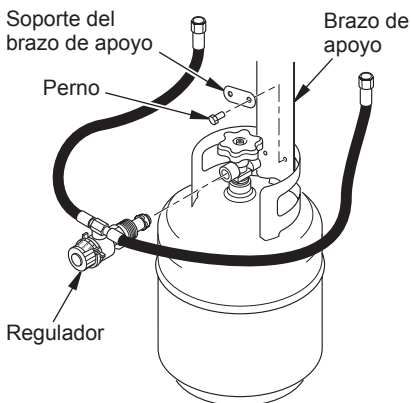

Figura 5. Instalación del brazo de apoyo y el regulador en el tanque de propano o gas lp
5. **Sólo en los modelos de 30.000 BTU** Fije el calentador al resguardo del cilindro de propano o gas LP con el brazo de apoyo en el interior del resguardo y los pernos en los dos orificios del resguardo (consulte la figura 5). Apriete el soporte del brazo de apoyo en su sitio utilizando las tuercas mariposa que se incluyen.